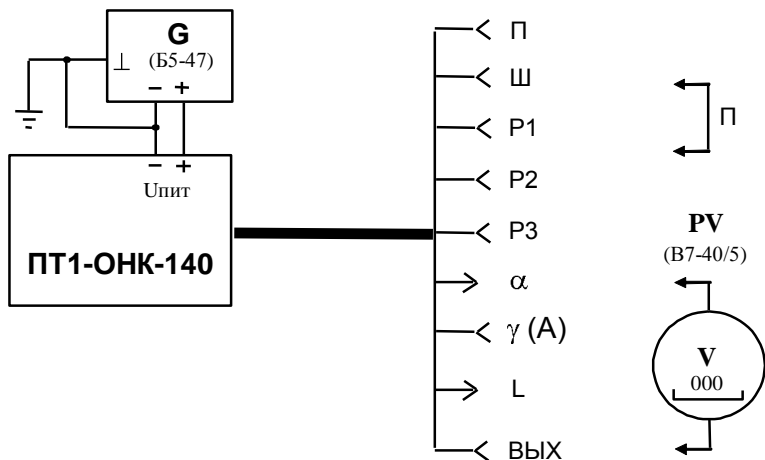

Рисунок 8 - Схема поверки разовых сигналов, индикации данных и имитатора подключения МЗОНа
10.3.14.1 Последовательно замыкая проволочной перемычкой П (см. рисунок 8) соответствующую пару контактов розетки ВЫХ, проверить загорание светодиодов пульта на соответствие с таблицей 15.